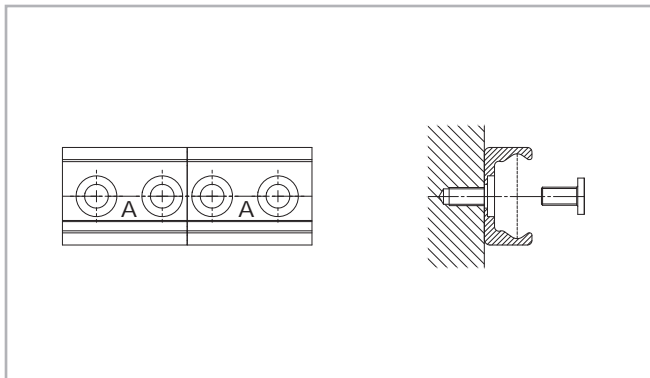

Fig. 117
- (1) Fijar las guías simples en la superficie de montaje apretando todos los tornillos salvo el último en cada unión de guía.
- (2) Colocar los tornillos de anclaje terminal sin apretarlos (véase Fig. 117).